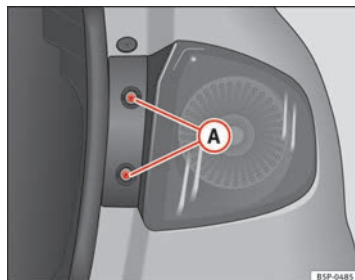

Fig. 189 Luz de población/freno
- Extraiga los tornillos ⇒ fig. 189 (A).